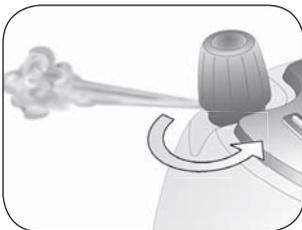

Abb. 8
- 1 Den Schalter (L) zum Ausschalten des Dampferzeugers drücken.
- 3 Den Dampfschalter (D) drücken und den ganzen Dampf entweichen lassen, bis er komplett verbraucht ist.
- 4 Das Bügeleisen mit dem Schalter (O) ausschalten und den Netzstecker ziehen.
- 6 Den Kesselverschluss (B) gegen den Uhrzeigersinn abschrauben. Bevor man ihn komplett abschraubt, warten sie bitte ab, dass das Pfeifen des restlichen Dampfes (Abb. 8) aufhört.
- 1 Den Heizkessel durch Druck auf den Schalter (L) ausschalten.
- 3 DEN DAMPFSCHALTER (D) DRÜCKEN, UM DEN RESTLICHEN DRUCK AUS DEM DAMPFERZEUGER ZU ENTFERNEN.
- 4 Den Schalter (O) drücken, um das Bügeleisen auszuschalten.
- 7 Bitte warten Sie bis ein eventuelles Zischen aufhört, bevor Sie den Kesselverschluss (B) ganz aufdrehen (Abb. 8).